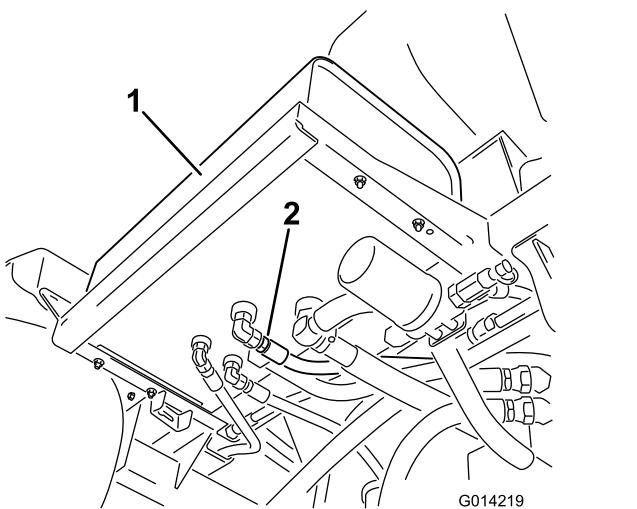

Рисунок 111
4. Снимите штуцер шланга с бака и дайте рабочей жидкости стечь в поддон (Рисунок 111).